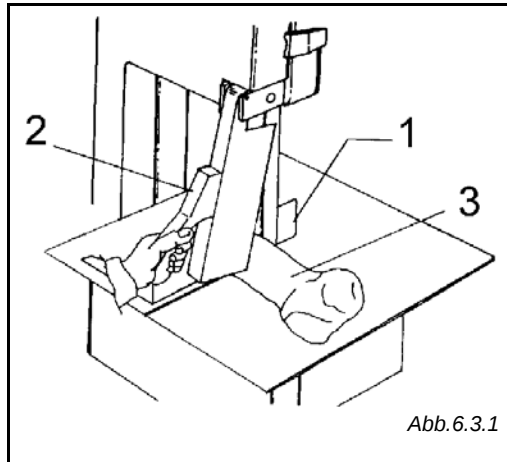

Abb. 6.3.1
6.3 Usage de la scie pour boucherie (Fig. 6.3.1)